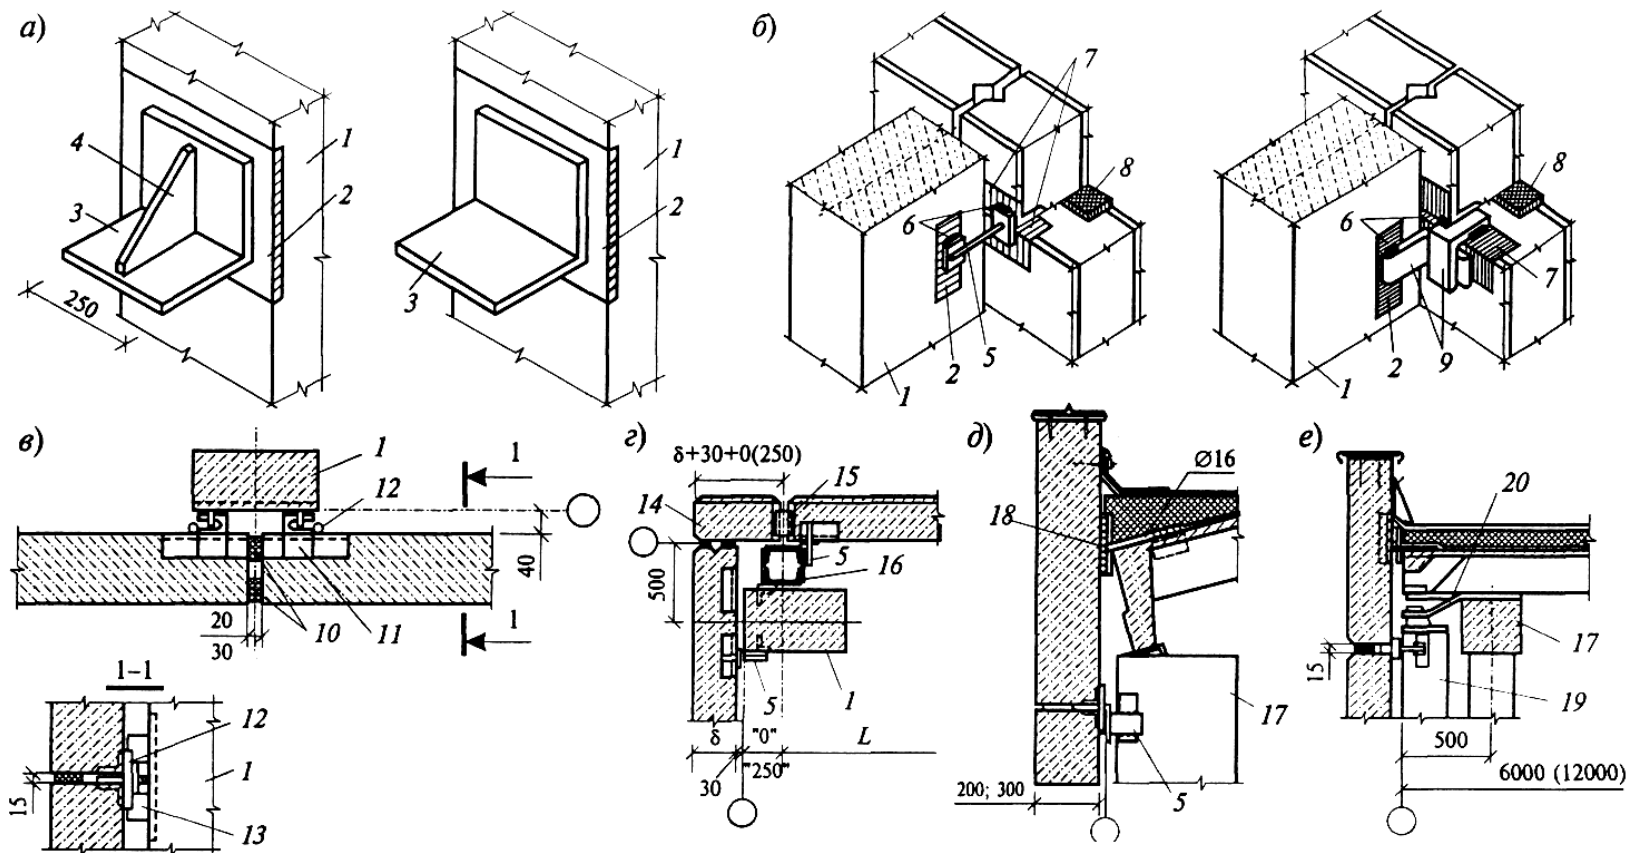

Рисунок 4.12 - Детали конструкций стен из бетонных и железобетонных панелей:
- Для навесных стен (рисунок 4.12) характерны ленточные проемы и опирание надоконных панелей на стальные консоли. Такие же консоли необходимы и на глухих участках стен через 4,8-6 м по высоте.
В углах стен отапливаемых зданий (рисунок 4.12, г) устанавливают доборные блоки.
Раскладку панелей по высоте (рисунок 4.12, б) выполняют так, чтобы один из горизонтальных швов располагался на 600 мм от оголовка колонны. Ниже этой отметки панели крепят к колоннам, выше - к конструкциям покрытия. Верх панельных стен завершает парапет или карниз.
**Конструкция стыков.** Швы крупнопанельных стен заполняют упругими прокладками из термита или пороизола и герметизируют мастикой (УМ-40, УМС-50). По краям панели (рисунок 4.12) укладывают жесткие прокладки, фиксирующие толщину горизонтальных швов. Заделка швов цементным раствором допускается в виде исключения.
Панели закрепляют (рисунок 4.12, б) болтом с пластинкой при трехслойных панелях, анкером с пластинкой при шаге колонн 6 м, «сцепом» из двух уголков при шаге колонн 12 м, крюком со скобой (скрытый тип крепления) при улучшенной отделке интерьера.